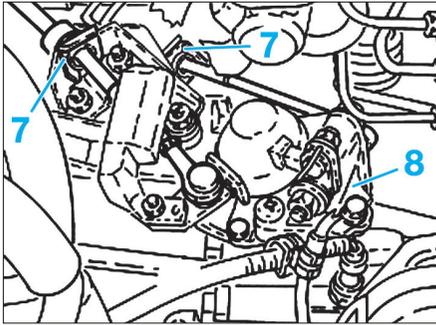

Fig. 10
- Déposer les arrêts de câbles (7) (Fig.10).
- Extraire les rotules du mécanisme de passage et de sélection des vitesses (8).